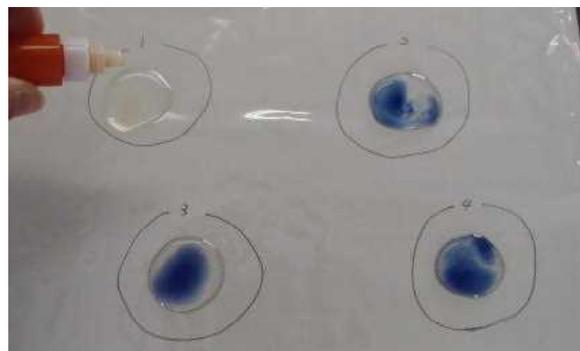

図8 ヨウ素溶液滴下後の変化
- ⑨ 滴下した1～4の液体に、ヨウ素溶液を数滴滴下してヨウ素デンプン反応の有無を確認する（図8）。